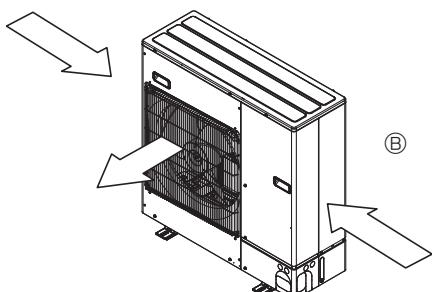

Fig. 2-6
- ③ Bringen Sie die Anlage so an, dass die Abluft aus der Luftaustrittsöffnung im rechten Winkel zu denjenigen Richtung geführt wird, aus der saisonal bedingt starker Wind bläst. (Fig. 2-6)